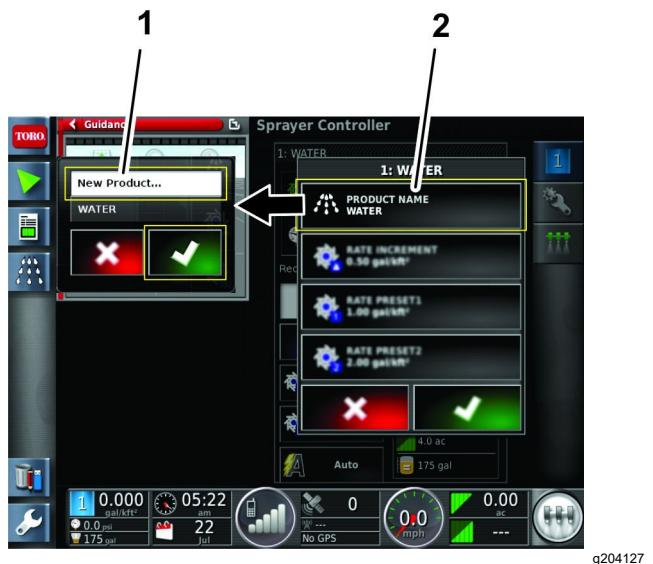

Рисунок 27
5. В окне параметров материала нажмите на значок СПИСОК ДЛЯ ВЫБОРА МАТЕРИАЛА (Рисунок 27).
6. Нажмите на значок NEW PRODUCT... (Новый МАТЕРИАЛ) и затем нажмите на значок подтверждения (Рисунок 27).